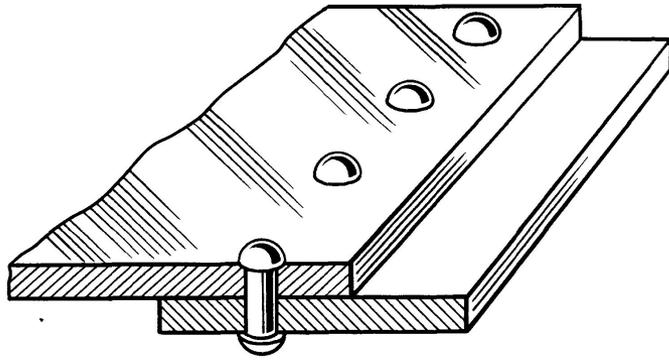

Рис. 1
- Клепаные соединения осуществляются с помощью заклепок (рис. 1).